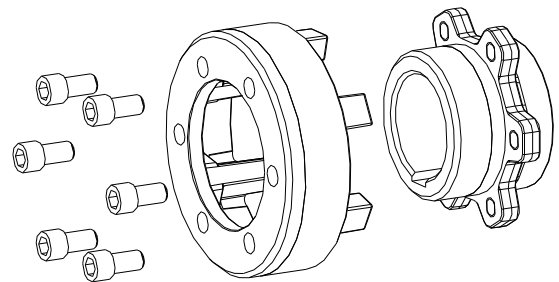

Figura 17: Montaje de mangón ADR
- Por favor, pegue el mangón con brida (componente 3D) y el mangón de apriete (componente 4D) del tipo ADR (véase la figura 17).